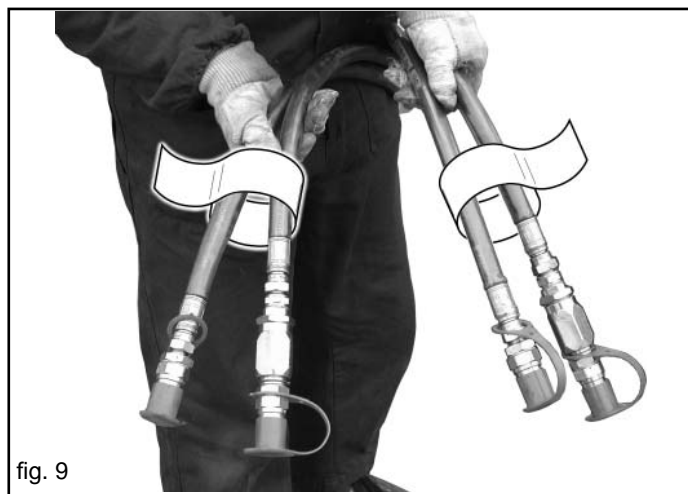

fig. 9
- 5) Collegare correttamente i tubi oleodinamici ai distributori del trattore seguendo l'indicazione riportata su ogni tubo (Fig. 9).